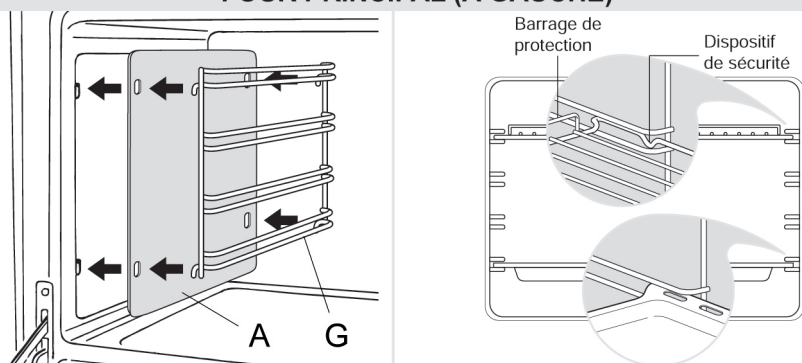

Fig. 1d
- Accrocher les châssis latéraux "G" (Fig. 1d, 1e).
- Four principal à gauche: accrocher les châssis latéraux en interposant les panneaux autonettoyants "A" (Fig. 1d).
- Enfiler au milieu des glissières des chassis latéraux la lèchefrite et la grille comme indiqué par les figures (Fig. 1d, 1e).